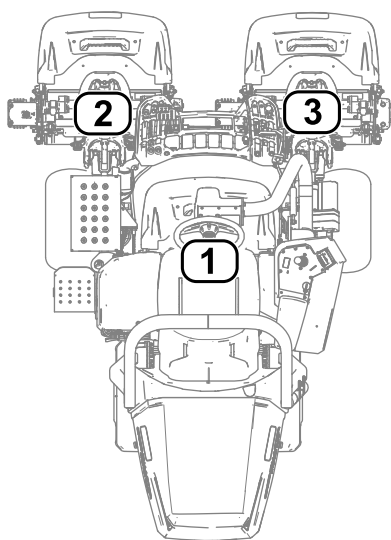

Figure 33
- **1** correspond à l'unité de coupe centrale (Figure 33)
- **2** correspond à l'unité de coupe avant gauche (Figure 33)
- **3** correspond à l'unité de coupe avant droite (Figure 33)